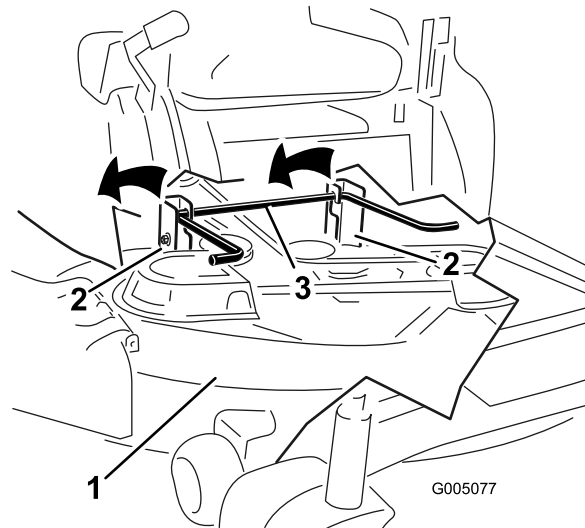

Figura 60
5. Eleve la parte trasera de la carcasa de corte y coloque las pletinas de suspensión sobre la varilla de elevación trasera (Figura 60).